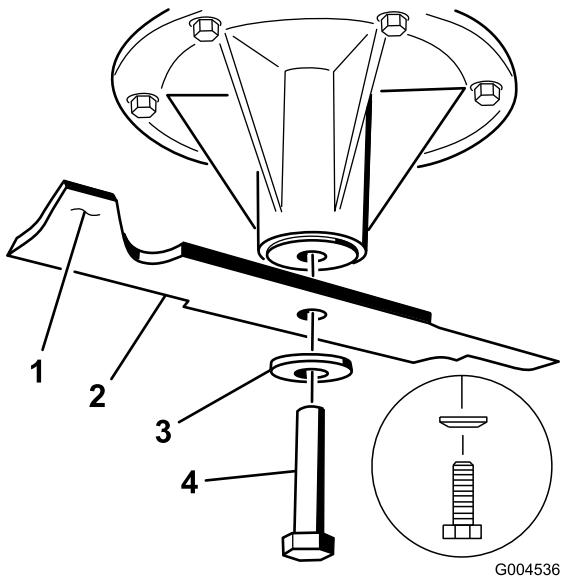

Figure 79
1. Placez la lame sur l'axe (Figure 79).
2. Installez la rondelle élastique et le boulon de la lame (Figure 79).
Remarque: Le cône de la rondelle élastique doit être dirigé vers la tête du boulon (Figure 79).